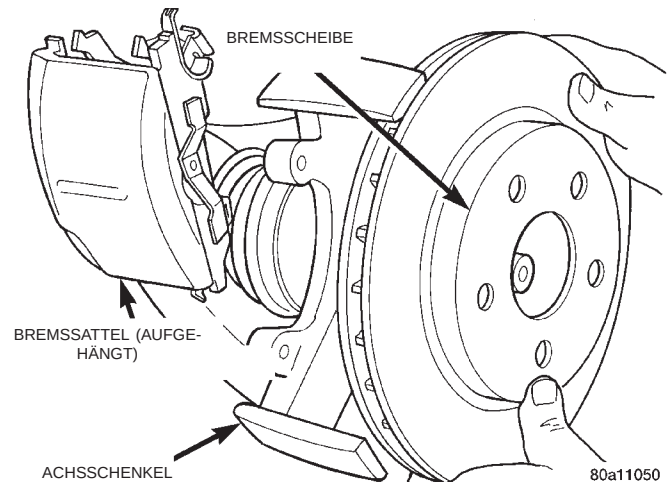

Abb. 63 Vordere Bremsscheibe ab-/anbauen
(8) Bremsscheibe von der Radnabe abbauen (Abb. 63).